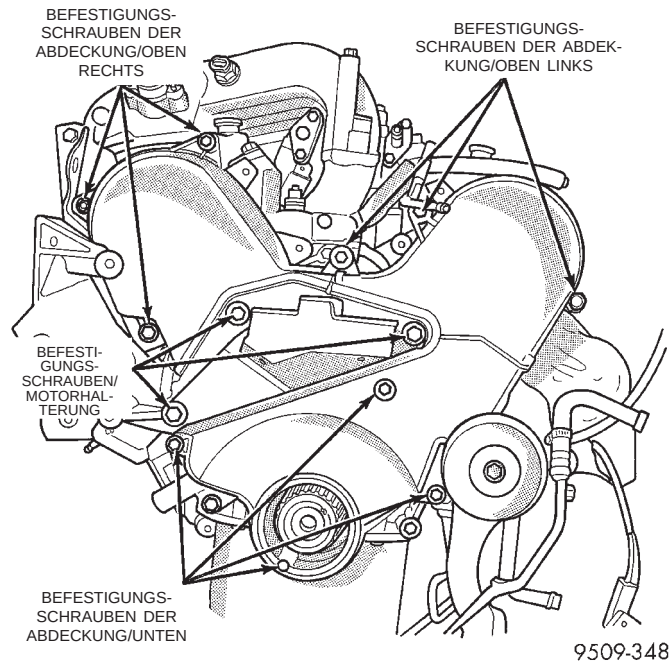

Abb. 104 Zahnriemenabdeckungen
(1) Zahnriemenabdeckung oben links abbauen (Abb. 104).
(2) Beide Seiten des Zahnriemens und Rückseite überprüfen. Zahnriemen austauschen wenn eine der folgenden Konditionen vorliegt.